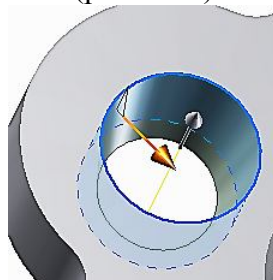

Рис. 4.13
15. Выберите цилиндрическую поверхность. Появится стрелка, перпендикулярная оси отверстия. Если вариант построения конусности не устраивает, то нажмите кнопку «Обратить направление извлечения»  (рис. 4.13).